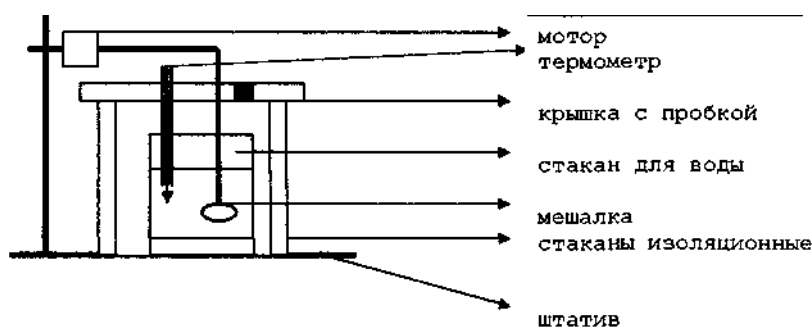

Рис. 1. Схема калориметра.
**Оборудование и материалы:** калориметр (рис.1), стакан объемом 250 мл, цилиндр, термометр, весы технические, воронка.